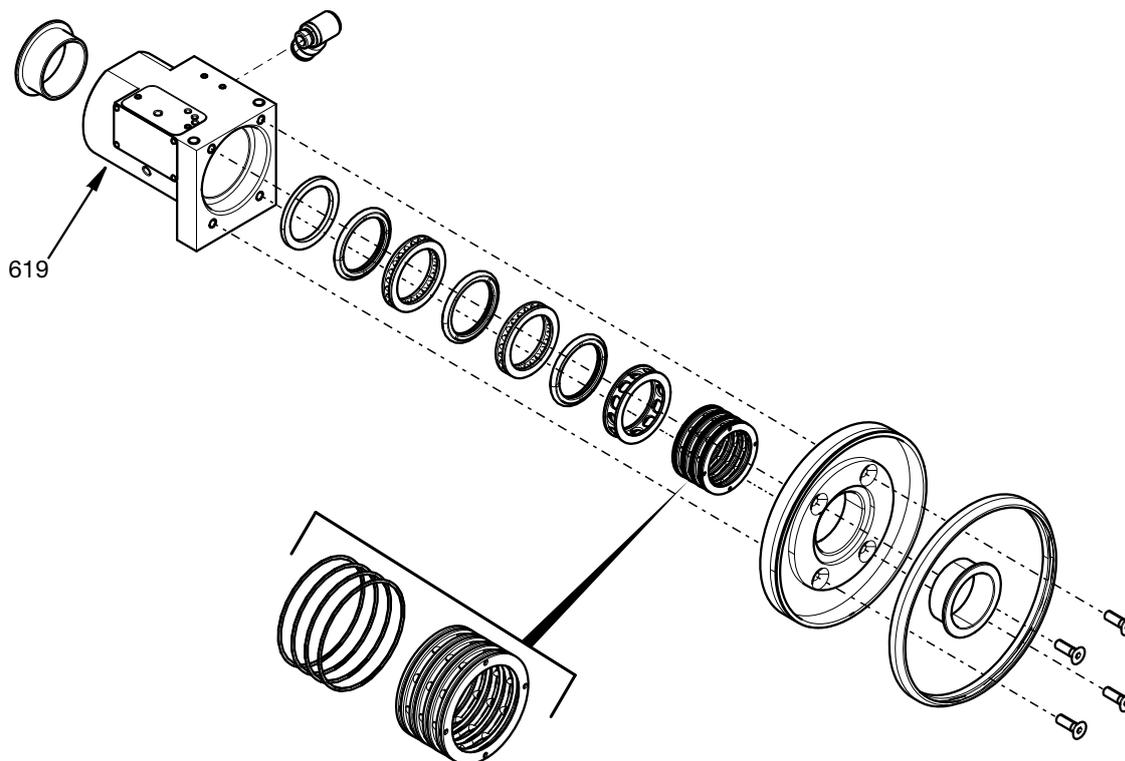

Fig. 19
11. Теперь можно снять с корпуса шарнира (619) все внутренние детали и уплотнения. При демонтаже поворотной камеры следует заменить все внутренние прокладки и уплотнения. См. Fig. 19.